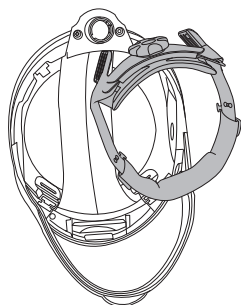

Abb.3a
Schritt 1: Entfernen Sie das komplette Kopfband (siehe Abb. 3a).